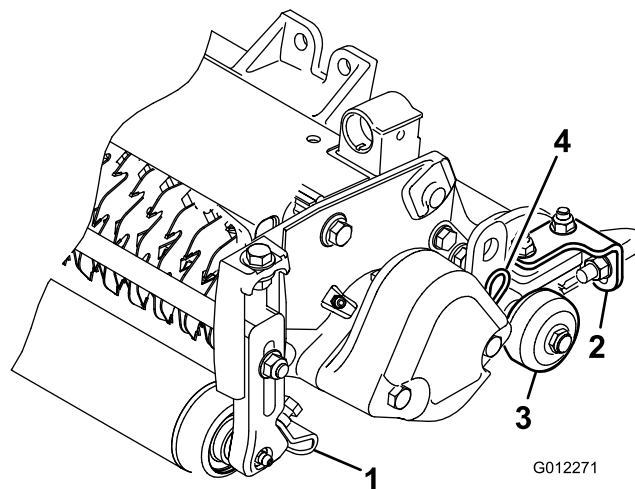

Рисунок 6
1. Ослабьте гайки с буртиками, которые крепят скребки роликов (Рисунок 6).
Перед тем, как опустить вертикуттер на пол в мастерской или извлечь его из тягового блока, опустите ведущие ролики (Рисунок 6), чтобы обеспечить отсутствие контакта ножей с твердой поверхностью.